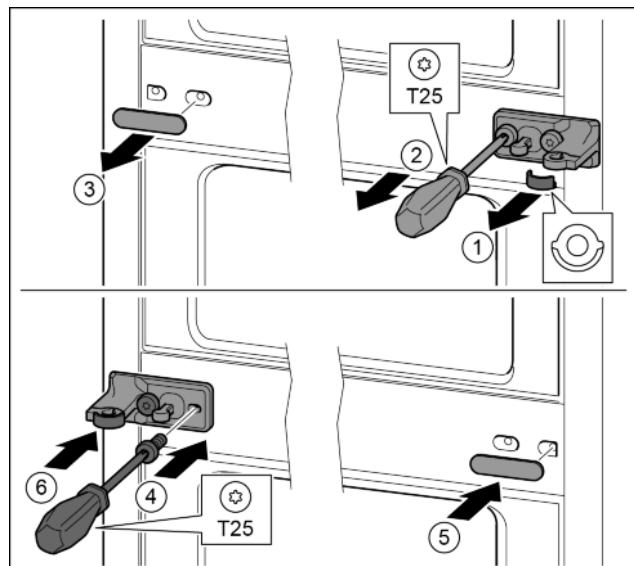

Fig. 34
- Зніміть перстину. Fig. 34 (1)
- Викрутіть гвинти за допомогою викрутки T25. Fig. 34 (2)
- Обережно зніміть кришку. Fig. 34 (3)
- Опорний кронштейн із плівкою, повернутий на 180°, закріпіть гвинтами з іншого боку. Fig. 34 (4)
- Почекайте кришку, що повернута на 180°, з іншого боку праворуч. Fig. 34 (5)
- Встановіть шайбу спереду. Fig. 34 (6)